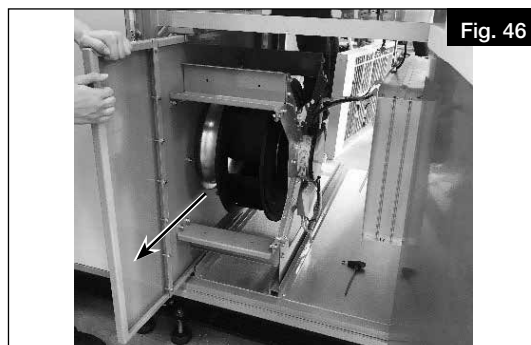

Fig. 45
3. Retirer le tube de prise de pression du ventilateur comme suit (voir Fig. 45).